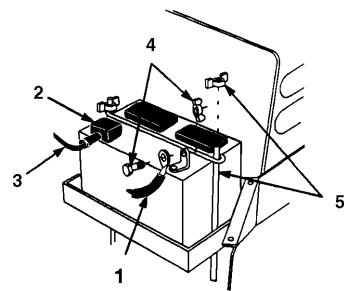

Figure 36
3. Togliete le fiancate per rimuovere la batteria (Fig. 36). Togliete i galletti e le viti, e sollevate senza toccare la spina, estraendo le lunette dei pannelli dal complessivo dello sterzo.
4. Staccate il conduttore negativo di terra (nero) dal polo della batteria (Fig. 36).
5. Sollevate la guaina di gomma del conduttore positivo (rosso) e staccate quest'ultimo dal polo della batteria (Fig. 36).
6. Rimuovete i tondini di fissaggio della batteria (Fig. 36).
10. Con il bullone ed il galletto collegate il conduttore negativo (nero) al polo negativo (-) della batteria (Fig. 36).